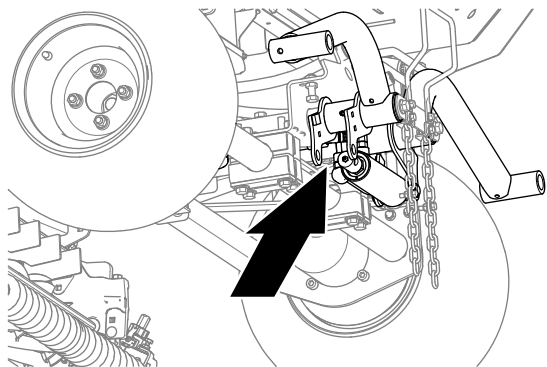

Figure 13
- Placez un bac de vidange sous les raccords hydrauliques du vérin de levage (Figure 13).